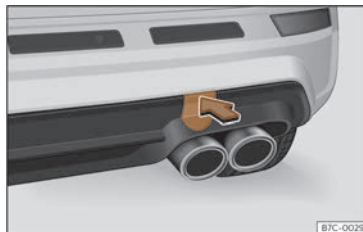

Abb. 185 Auf der rechten Seite des hinteren Stoßfängers: Abdeckung entfernen.
Die Abschleppöse wird in die hinter einer Abdeckung auf der rechten Seite des hinteren Stoßfängers befindliche Aufnahme eingeschraubt >>> (Abb. 185).
- Drücken Sie auf den oberen Bereich der Abdeckung >>> (Abb. 185) und klinken Sie diese aus.